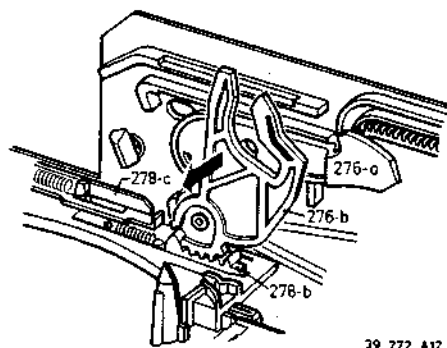

Fig. 3-1-23
- Inrijring naar links verdraaien totdat de schuif pos. 278 naar achter geschoven kan worden, waarvan de liftaandrijfhefboom in verticale stand gebracht wordt, en de hefboom naar links uithalen (Fig. 3-1-23).